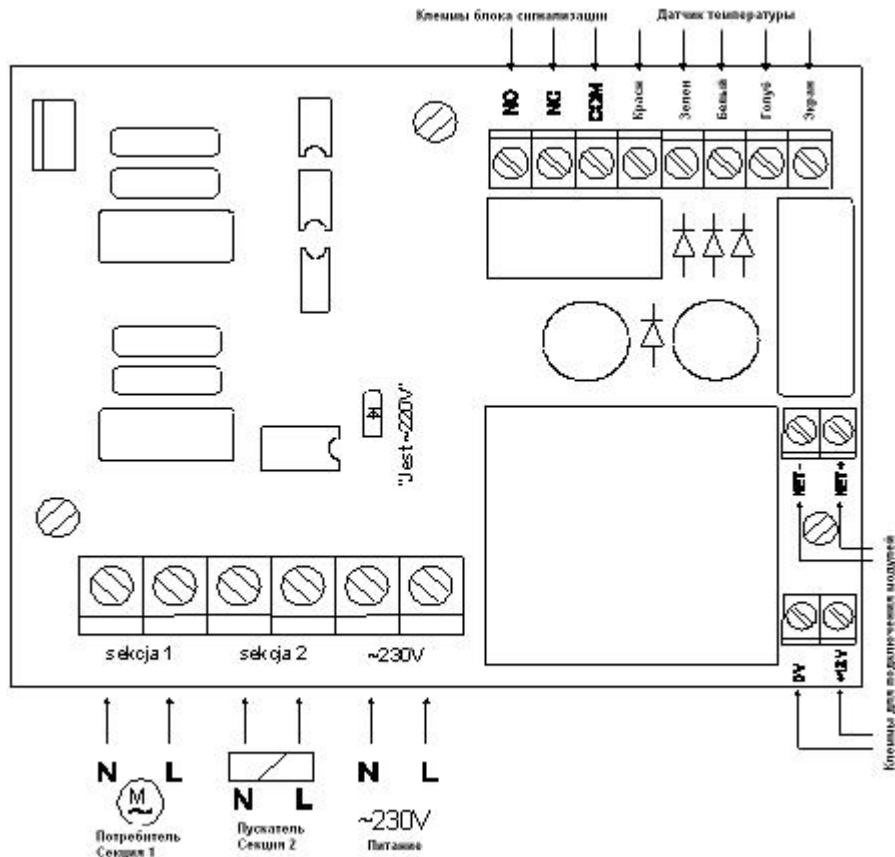

Рис. 1 Схема подключений регулятора COMBO-M
- Подключения электрические выполнить согласно схеме на **рис. 1**